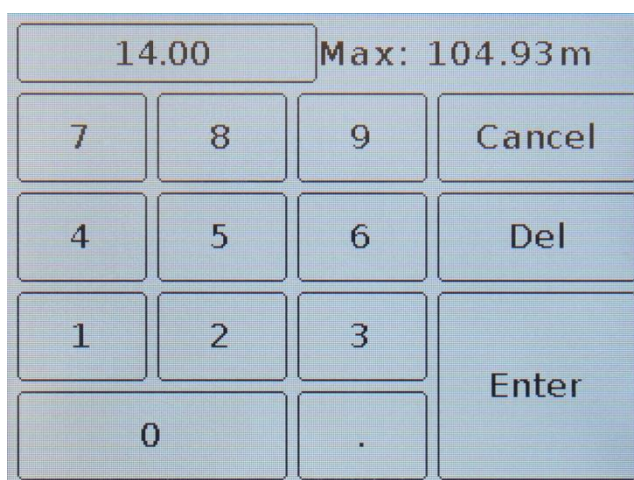

Рисунок 10.12 – Ввод расстояния отображаемого на горизонтальной шкале
10.7.7. Введите значение фактора скорости, значение времени или расстояния определяющее длину горизонтальной шкалы графика (Рисунок 10.12.).